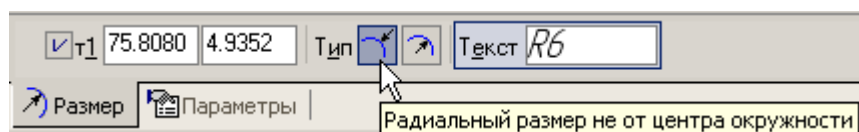

Рис. 15.
- Проставьте размер радиуса  $R6$ . Для этого установите курсор на дуге, щелкните левой кнопкой мыши, выберите **Радиальный размер не от центра окружности**, активизируйте вкладку **Параметры**, рис. 15.